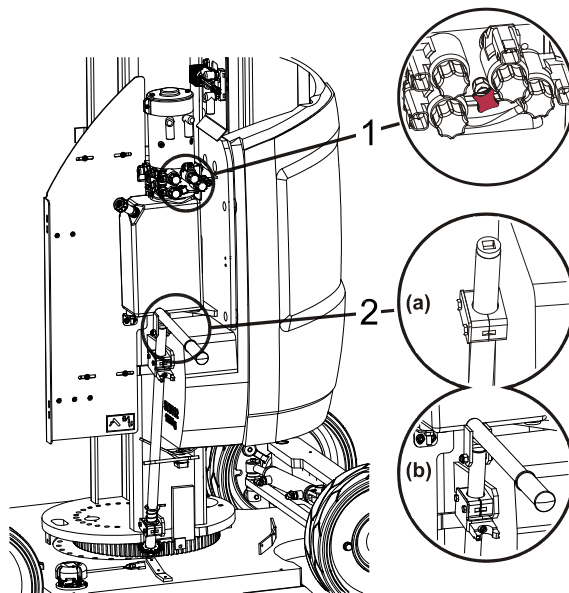

Figura 3-5. Dispositivos de funcionamiento manual de Giro horizontal
- Una **válvula giratoria (1)** situada en el conjunto de válvulas de control de bomba/motor para retirar el motor de giro horizontal (Remitirse a la Figura 3-5.).
- Un **piñón (2)**, situado debajo del compartimiento de las válvulas de control de la bomba/motor, que puede activarse utilizando (en función del equipo) una llave de apriete de trinquete cuadrada de 1/2" (a) o la palanca plegable (b).